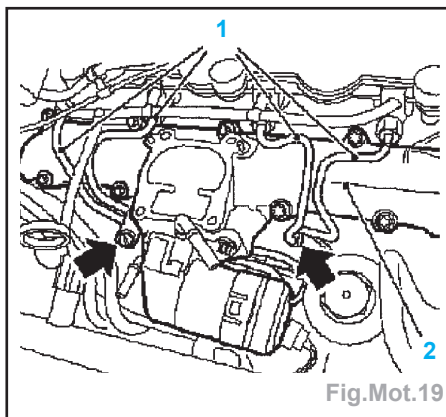

Fig.Mot.19
- Déposer les conduites d'injection (1) en ayant au préalable déposé les supports entretoise de conduite d'injection (flèches) (Fig.Mot.19).